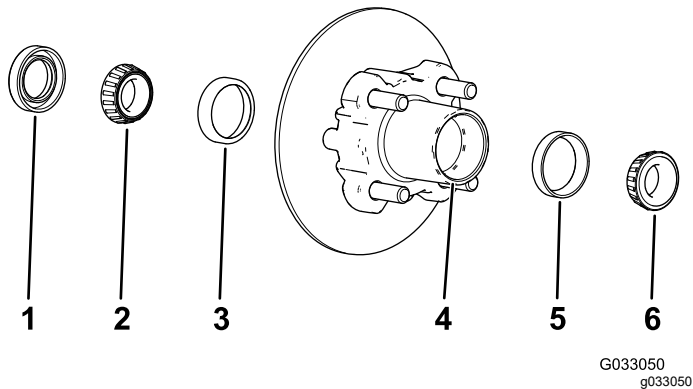

Bild 26
1. Nehmen Sie das Außenlager und den Lagerring von der Radnabe ab (Bild 26).
2. Nehmen Sie die Dichtung und das Innenlager von der Radnabe ab (Bild 26).
5. Entfernen Sie Fett, Schmutz und Rückstände aus dem Hohlraum der Radnabe (Bild 26).
7. Füllen Sie den Hohlraum der Nabe zu 50 % bis 80 % mit der angegebenen Fettsorte (Bild 26).
8. Montieren Sie das Innenlager auf dem Lagerring an der Innenseite der Nabe und setzen Sie die Dichtung ein (Bild 26).